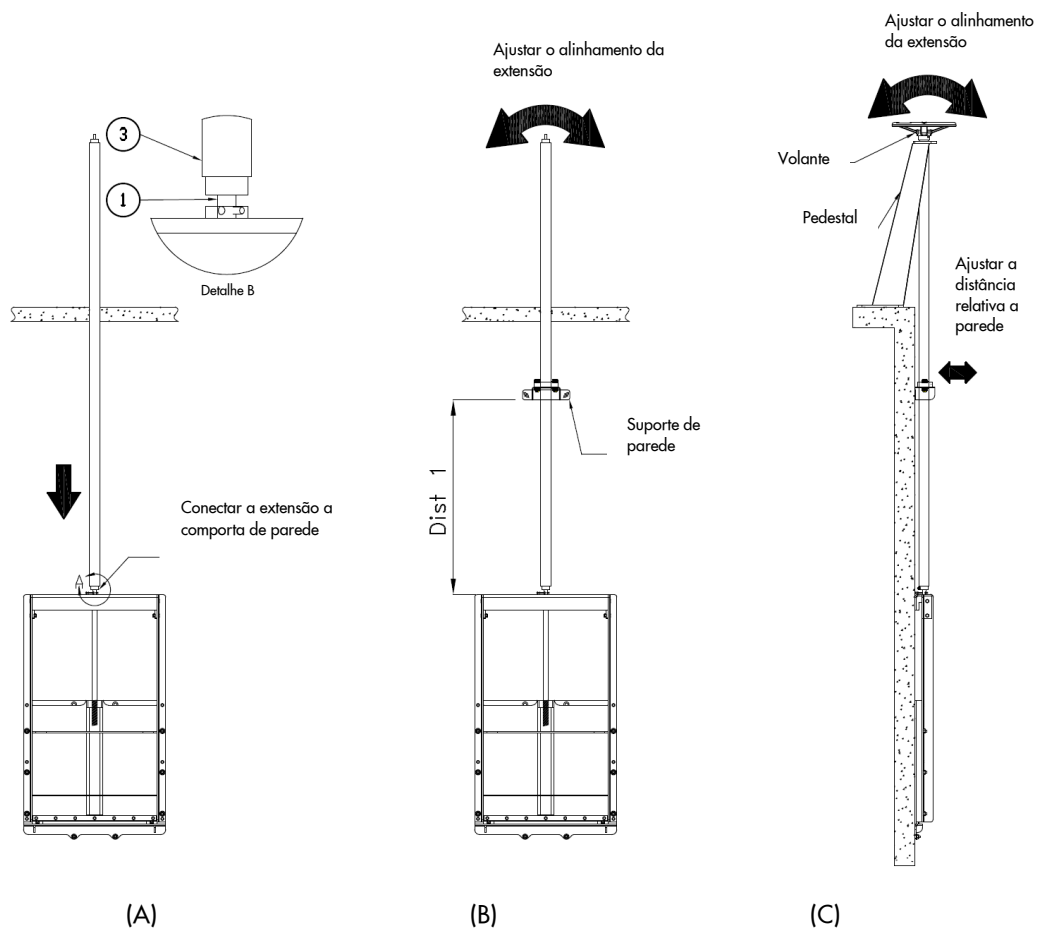

Figura 10
1. Conecte a extensão da haste (item 3) ao eixo (item 1) na parte superior da ponte (ver Figura 10-A e Detalhe B)
2. Insira todas as guias de haste a partir da parte superior da extensão da haste. Alinhe a extensão da haste e certifique-se especialmente de que esta esteja alinhada com o eixo vertical da abertura (ver Figura 10-B)
3. Em seguida, instale todas as guias da haste (perfure e aperte os chumbadores). Consulte o Desenho de Arranjo Geral para as dimensões ("Distância 1" na Figura 10-B)
4. Posicione o pedestal e o acionamento. Coloque o eixo da extensão da haste com o acionamento. Certifique-se de que a extensão da haste esteja perfeitamente alinhada e paralela a superfície da parede, ajustando o desvio se necessário, das guias (U)HMWPE (ver Figura 10-C). Uma vez que a extensão da haste esteja perfeitamente alinhada, instale o pedestal (perfure e aperte os chumbadores)